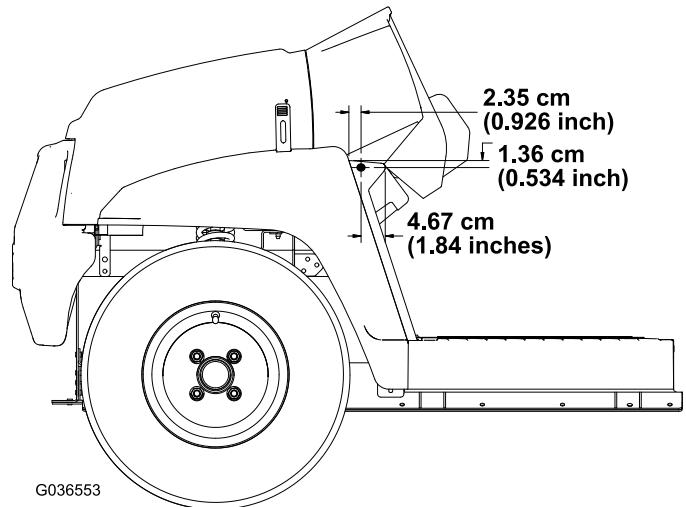

图4
3. 使用图4中所示的尺寸,在机器左右侧的脚踏板外侧钻1个孔(5/16英寸)。